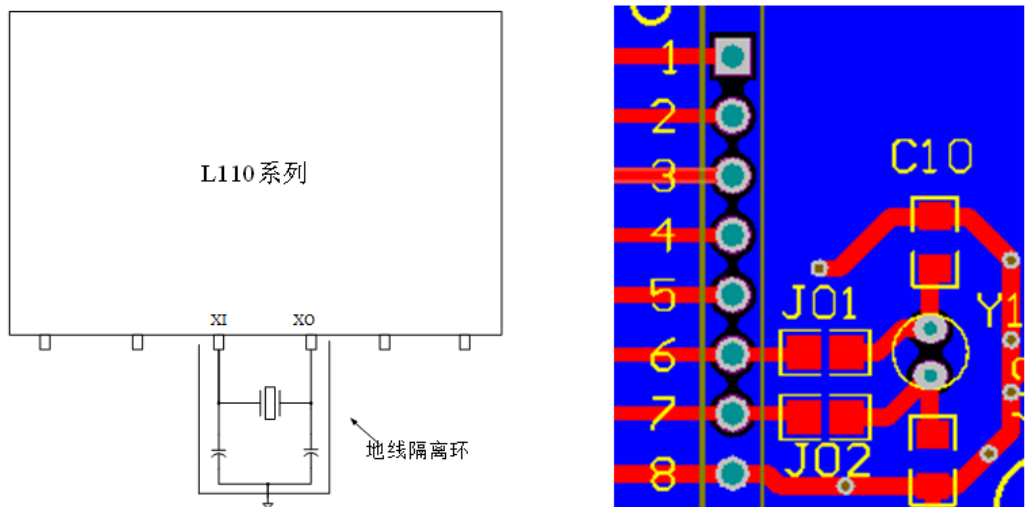

图 5 晶振电路地线隔离环
- 应该在外部晶振周边用地线做保护隔离环（guard ring），地环线需要充分接地（多过地孔），减少外部晶振信号与其他信号之间的相互窜扰。（参考图 5）